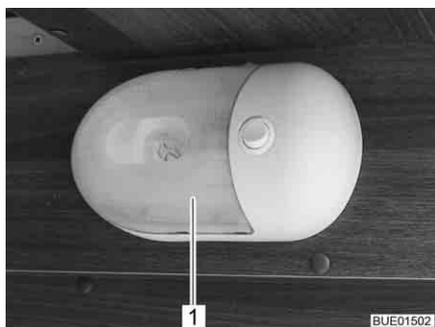

Fig. 243 Lámpara de garaje
- Comprimir la cubierta transparente (Fig. 243,1) con precaución de ambos lados, retirarla ligeramente del interruptor y quitarla hacia delante.